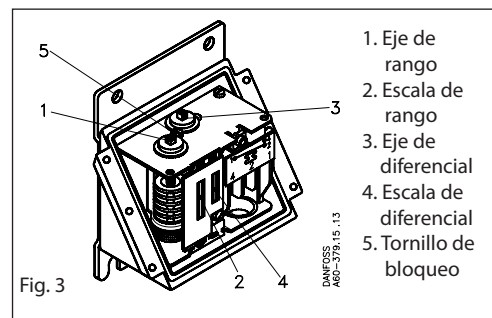

Fig. 3
Después de retirar la cubierta del termostato y aflojar el tornillo de bloqueo (5, fig. 3), el rango puede ser ajustado con el eje (1) observando al mismo tiempo la escala (2).